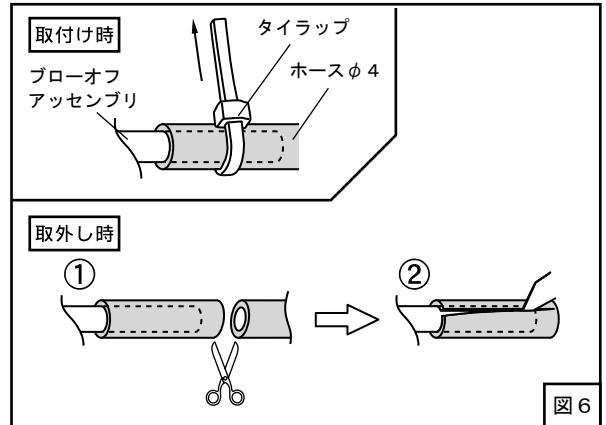

図6
- (4) ブローオフアセンブリのニップル部に取付けたホースφ4をタイラップで縛り、固定してください。（図4、図5、図6）
ブローオフアセンブリを外す時など、ホースφ4をブローオフアセンブリから抜く際は、タイラップを外した後、一度ホースφ4を切断し切り込みを入れてから取外してください。（図6）